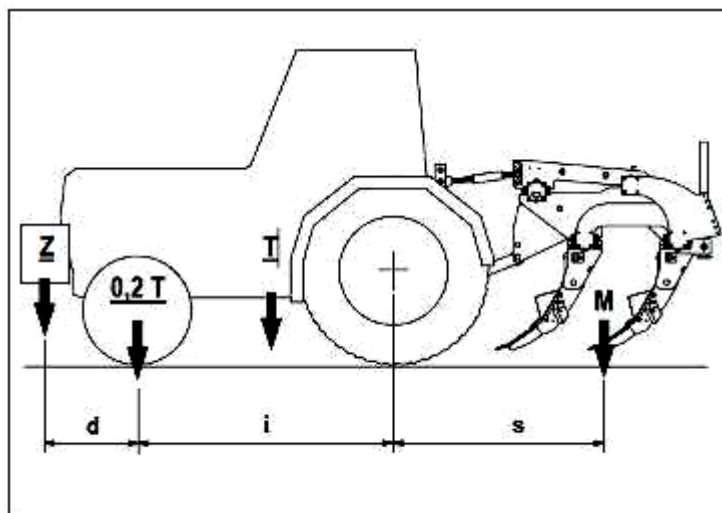

Рисунок 9.
Символы имеют следующее значение (рис. 9):
Положение двух задних катков регулируется гидравлически при помощи пары цилиндров, соединенных между собой (2) (рис. 9) и вручную через изменение положения цилиндров (3). Можно также изменить рабочий угол между катками, чтобы загрузить или выгрузить землю между катками при помощи регулировочного винта (4) (рис. 9).